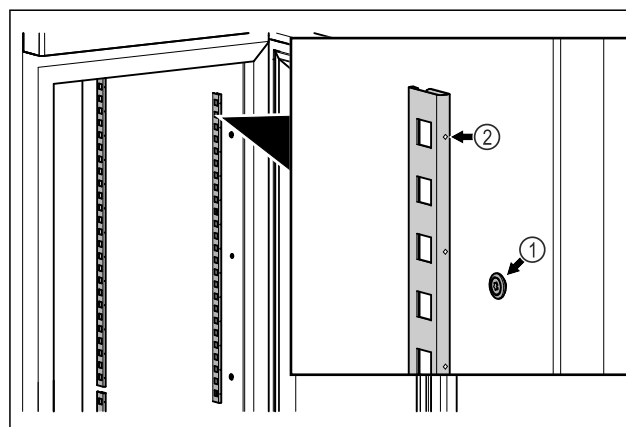

Fig. 85 Näitlik kujutis
- ▶ Haake fikseerimisliistud rippkinnituse Fig. 85 (1). Märgistus Fig. 85 (2) peab olema ettepoole suunatud.